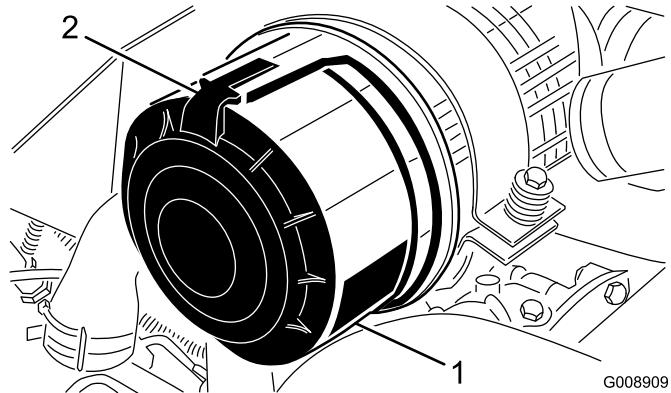

Figure 45
1. Desserrez les fixations qui maintiennent le couvercle sur le corps du filtre à air (Figure 45).